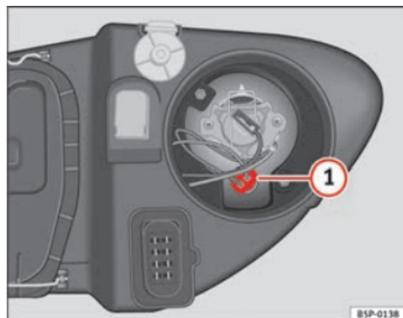

Fig. 193 Luz de población
- Extraiga el portalámparas ⇒ fig. 193 **1** hacia fuera.